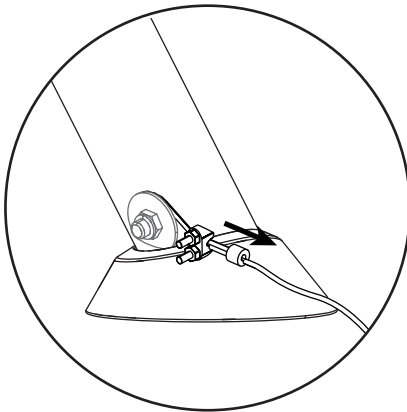
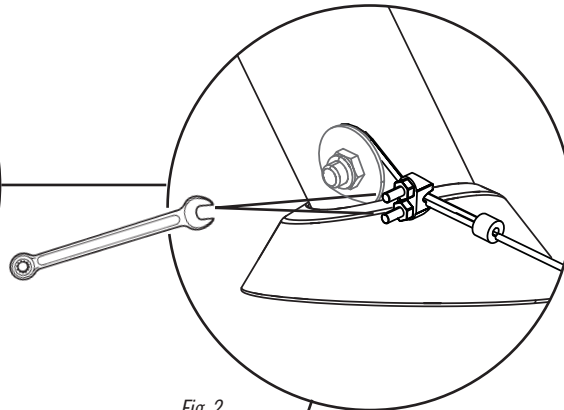
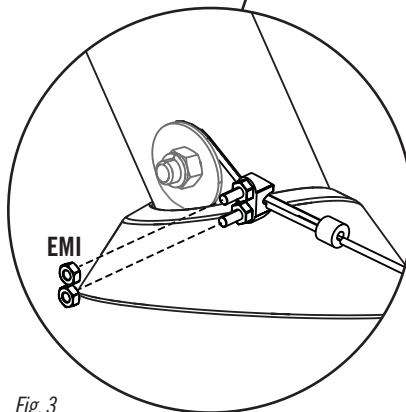

Fig. 1
Fig. 2
Fig. 3
- Now, remove any slack in the cable (**Fig. 1**), then tighten the nuts already on the cable as shown (**Fig. 2**). Secure two additional sets of **Nuts (EMI)** (**Fig. 3, 4**) to the cable to cover any exposed threads.
- Maintenant, éliminez tout jeu du câble (**Fig. 1**), ensuite serrez bien les Écrous already on le câble comme illustré (**Fig. 2**). Attachez deux jeux d'Écrous (**EMI**) (**Fig. 3, 4**) supplémentaires au câble pour couvrir du filetage exposé.
- Ahora, elimine cualquier distensión en el cable (**Fig. 1**), entonces apriete las tuercas ya están en cable como se muestra (**Fig. 2**). Sujete dos juegos de Tuercas (**EMI**) (**Fig. 3, 4**) adicionales al cable para cubrir cualquier rosca expuesta.